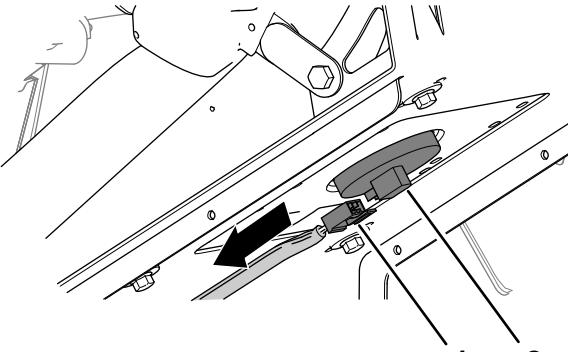

图5
1. 拆下连接至座椅开关接头的机器线束 2 插槽接头 图5。